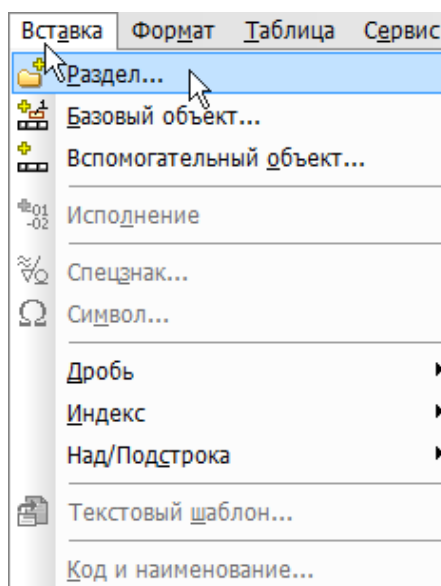

Рисунок 8.
- Выполните команду Вставка – Раздел (рис. 8).